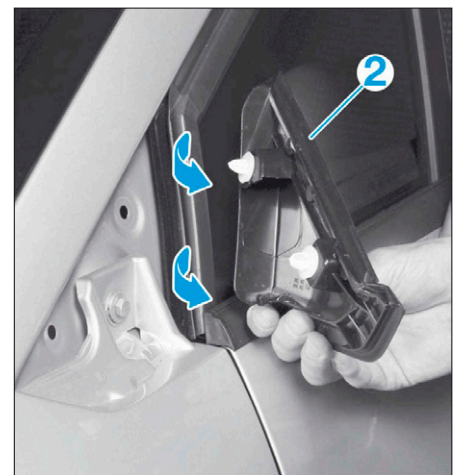

FIG. 12
- Dégrafer le cache (2) (Fig.12).